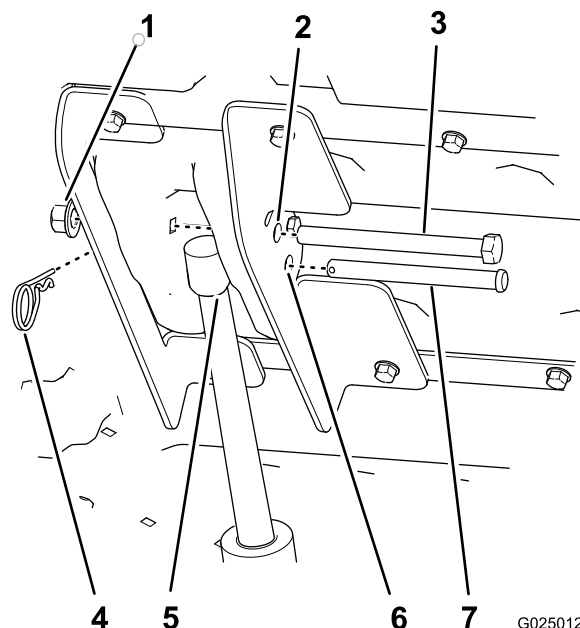

Figure 9
7. Appuyez sur la palette supérieure de la commande de relevage du plateau pour déployer la tige de l'actionneur de relevage jusqu'à ce que la tige soit alignée sur les trous des supports de relevage intérieur et extérieur (Figure 9).
8. Fixez la tige de l'actionneur de relevage aux supports avec l'axe de chape (3-1/2 po) et une goupille fendue (Figure 9).
10. Insérez le boulon à tête hexagonale (1/2 x 5-1/2 po) dans les trous de 12,7 mm restants des supports de relevage intérieur et extérieur (Figure 9), et fixez-le avec un écrou (1/2 po) jusqu'à ce que l'écrou à embase soit bien serré.
2. Retirez la goupille fendue et l'axe de chape qui fixent la tige de l'actionneur aux supports de relevage intérieur et extérieur (Figure 9).
7. Abaissez le plateau et alignez l'actionneur de relevage sur les supports de relevage (Figure 9).
8. Fixez l'actionneur de relevage aux supports de relevage au moyen de l'axe de chape et de la goupille fendue (Figure 9).